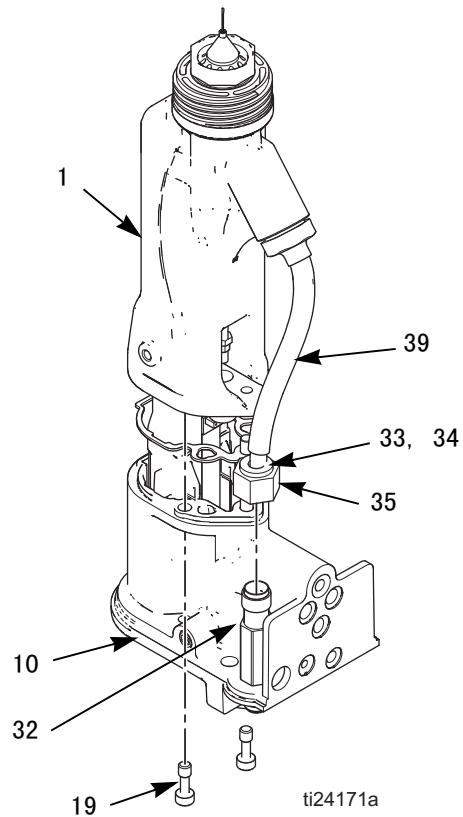

图 26. 枪筒拆卸
4. 小心拧松流体接头螺母（35）。将管子（39）拉出管接头（32）。确保两个套圈（33、34）和螺母留在管子上。参见图 26。
6. 拧松两个螺钉（19）。参见图 26。
7. 一只手握牢枪身（10），将枪筒（1）直着拉出枪身。参见图 26。